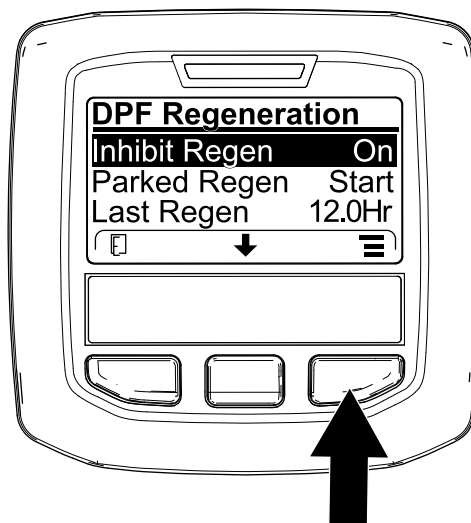
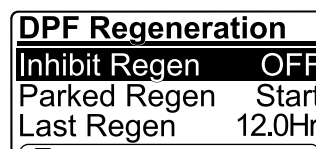

図 38
図 39
1. DPF Regeneration メニューで、中央ボタンを押して再生禁止 INHIBIT REGEN オプションに移動し、右ボタンで中に入る 図 38。
2. 右ボタンを使って、設定を ON から OFF 図 38 または OFF から ON に変える 図 39。